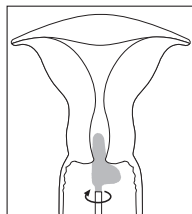

Рисунок 2
4. Утримуючи тампон у такому положенні, поверніть тампон 3 рази проти годинникової стрілки і 3 рази за годинниковою стрілкою, переконавшись, що довга ділянка «L» добре контактує з цервікальним каналом, а короткий відрізок «L» обертається навколо входу в шийку матки. Див. рис. 2